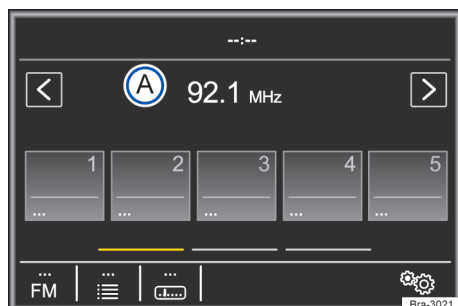

Fig. 120 Menú principal de la radio.
Funciones de las teclas de estación → fig. 120
- Cambiar el grupo de teclas de estación Pasar el dedo sobre el display, en el área de las teclas de estaciones → fig. 120, de derecha a izquierda o de izquierda a derecha. Las teclas de estación se muestran en grupos para, 5 botones de función respectivamente, (**de 1** hasta **5**), de **6** hasta **10** y de **11** hasta **15**).